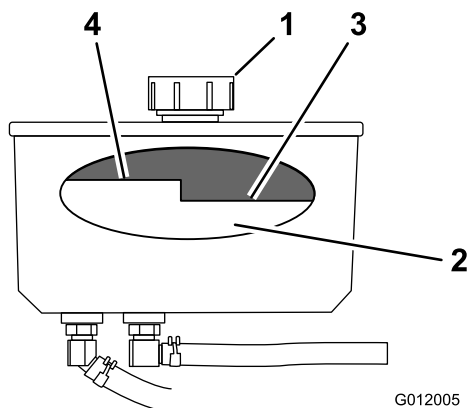

Figura 72
4. Pulite attorno al tappo e al collo del bocchettone del serbatoio idraulico (Figura 72).
5. Togliete il tappo dal collo del bocchettone (Figura 72).
**Nota:** Il livello del fluido (caldo) deve essere inferiore al segno di livello 'caldo' del deflettore (Figura 72).